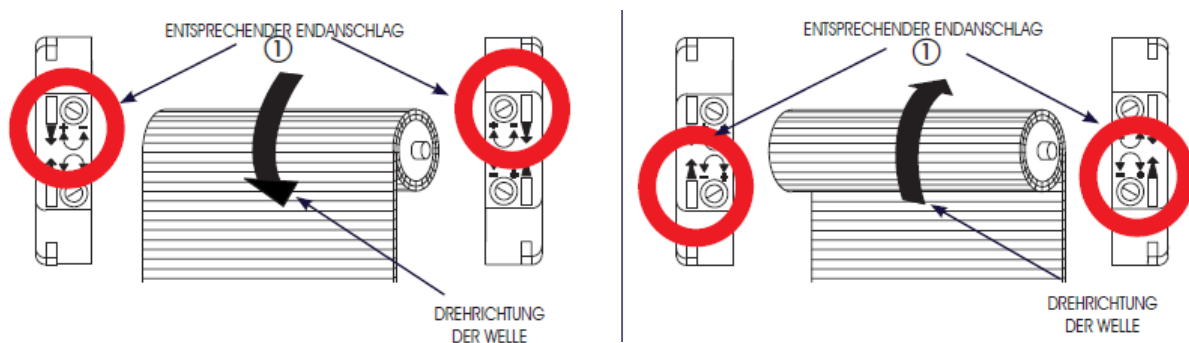

Abb. 8
2. Die Schraube des, der AB-Bewegung der Welle entsprechenden, Endanschlags (Abb.8, Bez.1) mit der Einstellhilfe (Abb.1, Bez.2) zum Pluszeichen (+) drehen, um den Weg des Rollladens zu verlängern, zum Minuszeichen (-), um ihn zu verkürzen.